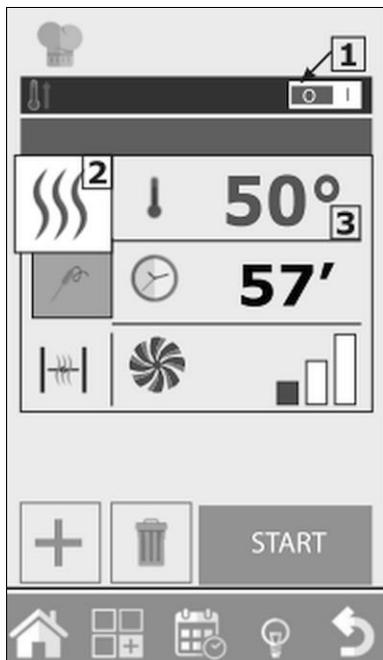
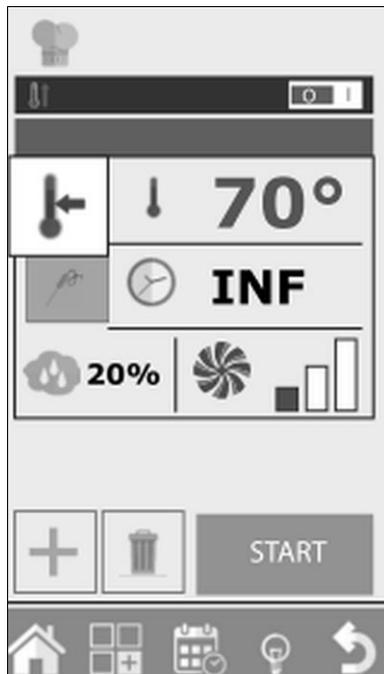

Рис. 10
Рис. 15
Кнопка 2 (Рис. 10) предварительно настроена на заводе на режим **Циркулирующий воздух**. Нажатием на эту кнопку, можно изменить режим на **Комбинированное приготовление на пару** или **Приготовление на пару**. Кроме того, можно установить режимы **Поддержание в теплом состоянии**, **Сообщение** или **Копчение** (Рис. 11).
Кроме того, можно активировать или деактивировать эту функцию, нажав на кнопку 1 (Рис. 10) вправо или влево.
Нажимая кнопку 3 (Рис. 10), можно установить температуру в камере печи. Температура, которую можно установить, изменяется в зависимости от выбранного режима приготовления.
2. Чтобы изменить этап выпекания в режиме поддержания в теплом состоянии, следует нажать кнопку Режим-выпекание (2, Рис. 10) и выбрать символ ПОДДЕРЖАНИЕ В ТЕПЛОМ СОСТОЯНИИ (Рис. 15).